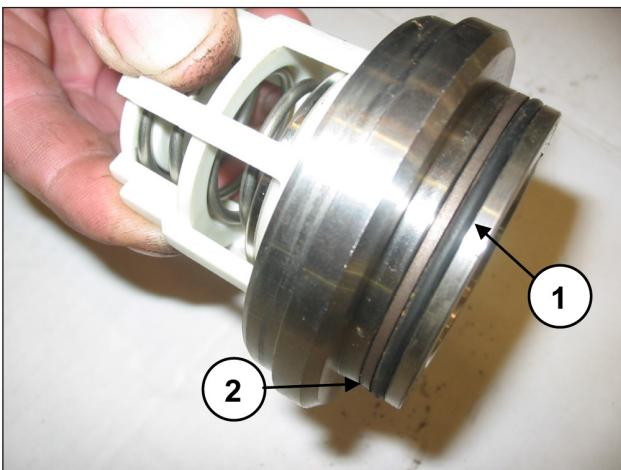

Fig. 123
Montare O-ring, pos. esploso n. 5 (pos. ①, Fig. 123) e anello antiestrusione, pos. esploso n. 15 (pos. ②, Fig. 123) sulla sede valvola di mandata.